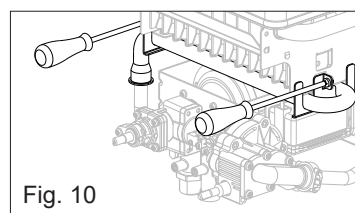

Fig. 10
- Svitare le viti che tengono in posizione il collettore (fig. 10)